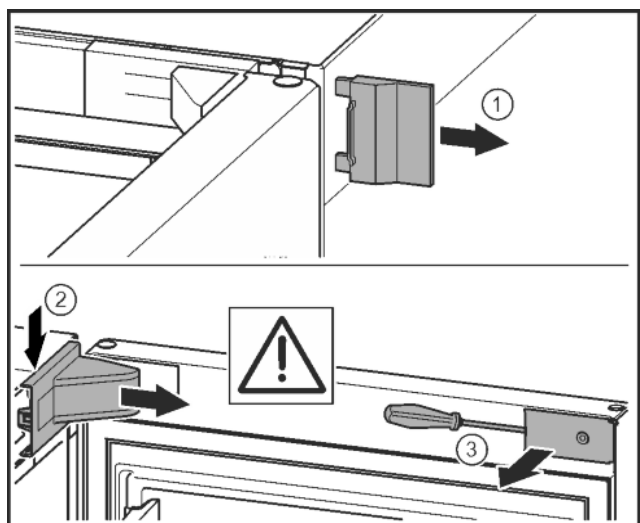

Fig. 10*
- ▶ Снять внешнюю крышку.* Fig. 10 (1)
- ▶ При помощи отвертки освободить крышку опорного кронштейна и отсоединить. Снять крышку опорного кронштейна.* Fig. 10 (2)
- ▶ Шлицевой отверткой вывести накладку из зацепления и отвести в сторону.* Fig. 10 (3)